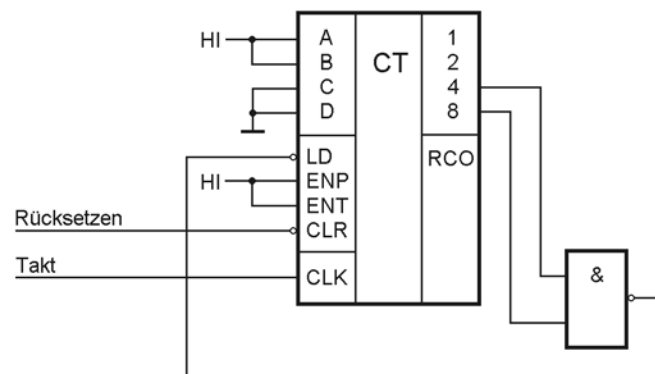

Abb. 10
18. Ein Zähler vom Typ 74x161 ist gemäß Abb. 10 beschaltet. Geben Sie den Bereich der Zählwerte an.